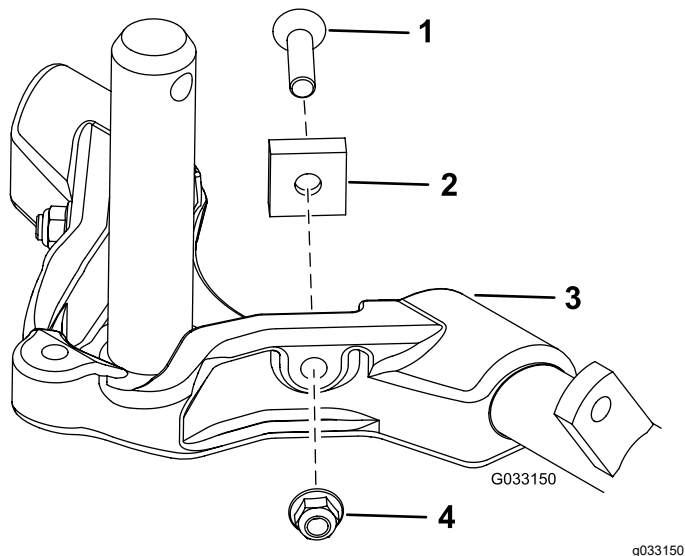

**Figure 14**
**Important:** Sur les unités de coupe n° 4 (avant gauche) et n° 5 (avant droit), utilisez les écrous de fixation du support de tige pour monter les guides de flexible devant les pattes de l'unité de coupe. Les guides de flexible doivent être inclinés vers l'unité de coupe centrale (Figure 12 à Figure 14).